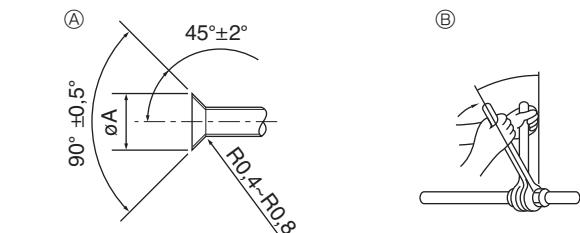

Fig. 4-1
- Aplique una capa delgada de aceite refrigerante a la superficie tubo y de la junta de asiento antes de apretar la tuerca de abocardado. Ⓛ (Fig.4-1)
- Utilice dos llaves de apriete para apretar las conexiones de los tubos. Ⓜ (Fig.4-1)
- Aplique aceite refrigerante para máquinas en toda la superficie abocinada. Ⓝ (Fig.4-1)
- Utilice las tuercas abocardadas para el siguiente tamaño de tubería. Ⓞ (Fig.4-1)
Ⓐ (Fig. 4-1)
Ⓑ (Fig. 4-1)
Ⓒ (Fig. 4-1)